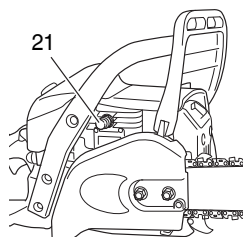

Fig. 15
3. Appuyez sur la soupape de décompression (21). La soupape (21) reviendra automatiquement à sa position d'origine dès que le moteur aura démarré. (Fig. 15)